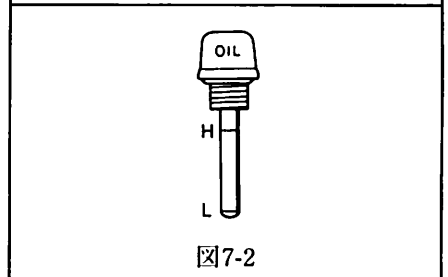

図7-2
- エンジンオイルの補充は、本機を水平に置いて行い、オイル量は注油プラグをねじ込まない状態で、オイルゲージの「H」のラインまで入れてください。(図7-2参照)